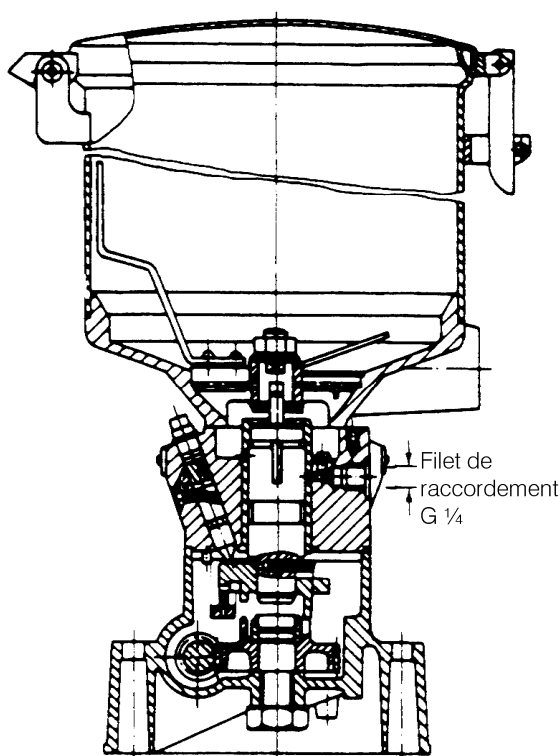

Figure 1 Section de pompe FZ-B
4. Fonctionnement (Figures 1 et 2)